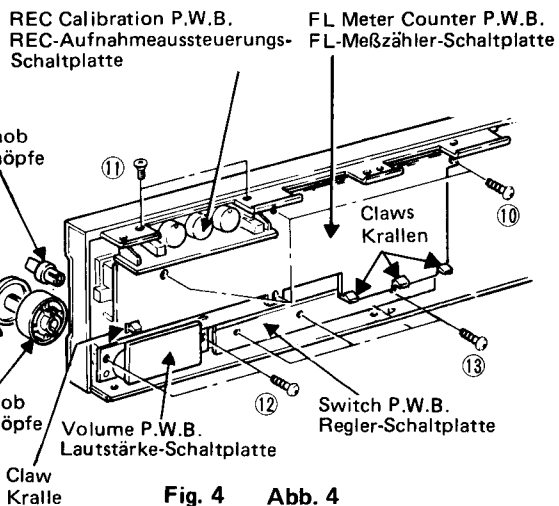

Fig. 4 Abb. 4
2. How to remove the P.W.Bs.**(1) FL Meter counter P.W.B. (Fig. 4)**
(2) REC calibration P.W.B. (Fig. 4)
(3) Volume P.W.B. (Fig. 4)
(4) Switch P.W.B. (Fig. 4)
2. Auswechseln von Schaltplatte**(1) FL-Meßzähler-Schaltplatte (Abb. 4)**
(2) REC-Aufnahmeaussteuerung-Schaltplatte (Abb. 4)
(3) Lautstärke-Schaltplatte (Abb. 4)
(4) Regler-Schaltplatte (Abb. 4)